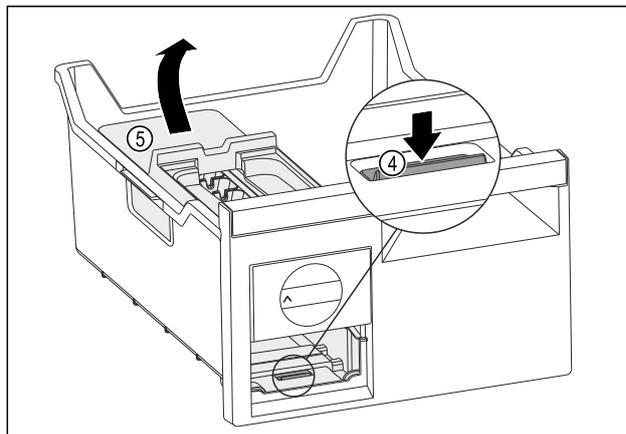

Fig. 121
- ▶ 取出 EasyTwist-Ice 机身: 用手指朝下按压接片 Fig. 121 (4) 并同时从后面用另一只手提升 EasyTwist-Ice 机身 Fig. 121 (5)。